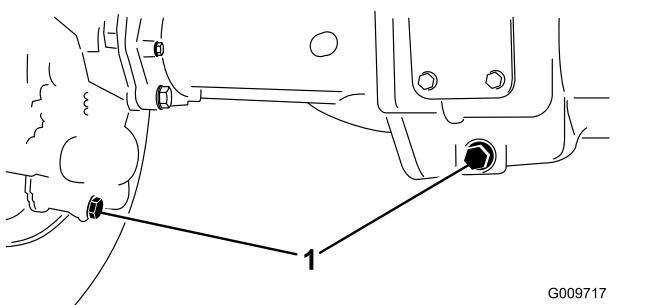

Bild 63
- Reinigen Sie den Bereich um die drei Ablassschrauben: jeweils eine an jedem Ende und eine in der Mitte (Bild 63).